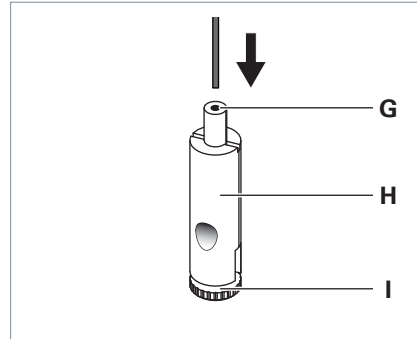

Fig. 8: Drahtseilhalter montieren.
- ▶ Führen Sie das Drahtseil durch die Führungsbuchse **G** des Drahtseilhalters **H**, siehe Fig. 8.